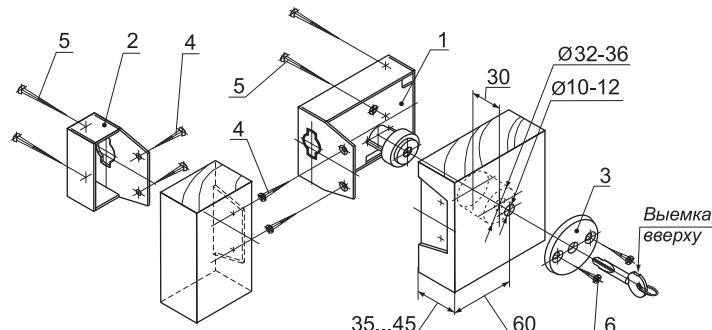
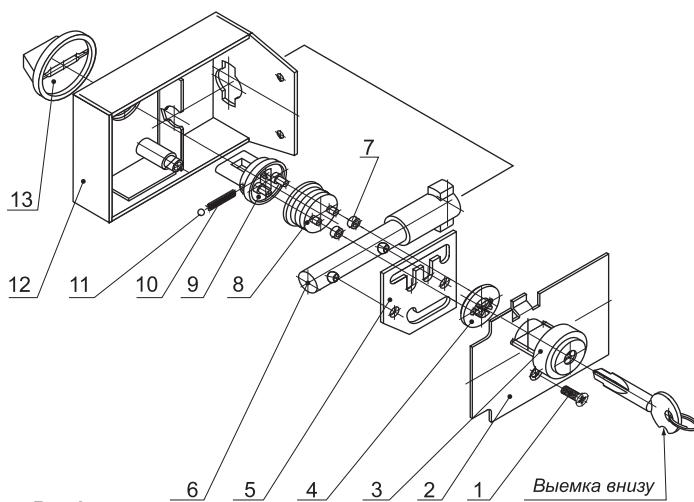

Рис.1
Рис.2
7. Ключ вставляется и вынимается из цилиндрового механизма только при вертикальном положении диска ключа выемкой вверх (рис.1) или вниз (рис.2) в зависимости от установки замка на правых или левых дверях.
8. Отпирание замка изнутри (см. рис.1) осуществляется поворотом ручки постоянного ключа против часовой стрелки, а снаружи поворотом вставного ключа по часовой стрелке. Для фиксации
ПОРЯДОК МОНТАЖА (см. рис.1)
ТЕХНИЧЕСКОЕ ОБСЛУЖИВАНИЕ (см. рис. 2)
1. Разборка замка (см. рис. 2).
2. Сборку замка производить в обратном порядке, располагая детали, в соответствии с рис. 2.